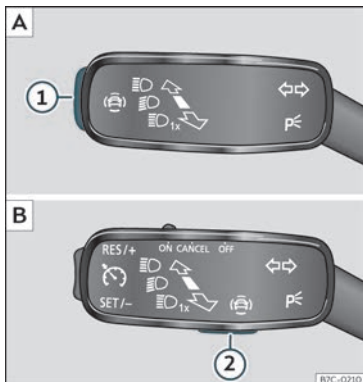

Fig. 63 A la palanca d'intermitents i de llum de carretera: tecla per als sistemes d'assistència al conductor (segons versions).
- Premeu breument la tecla »» fig. 63 ① o ② per obrir el menú **Assistents**.